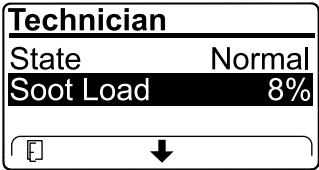

Figura 28
- Veja a carga de fuligem que é medida como percentagem de fuligem no DPF(Figura 28); consulte a tabela de carga de fuligem.